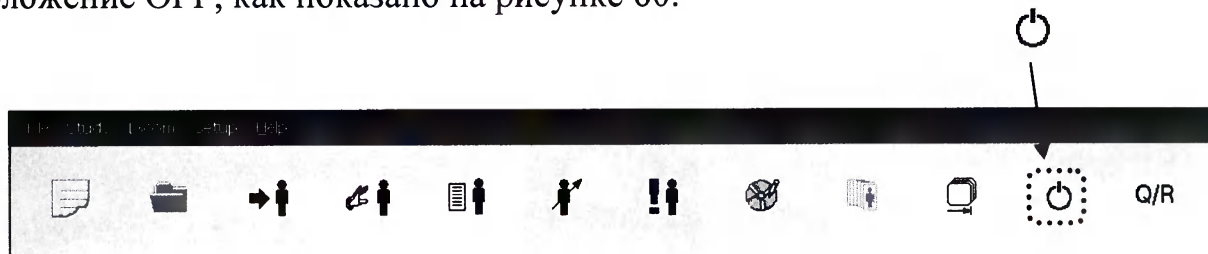

Рисунок 59
8.2.3 После нажатия кнопки «Shutdown» в списке исследований (см. рисунок 59) дождитесь отображения на мониторе следующего сообщения: «It's now safe to turn off your computer» и отключите стойку, повернув выключатель в положение OFF, как показано на рисунке 60.